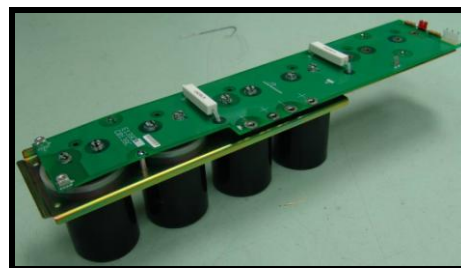

Figura 7.4.33
Consultar la figura 7.4.33 mientras se siguen estas instrucciones:
- 1) Retirar los 12 tornillos especiales de cabeza hexagonal ranurada M5X10 que fijan los condensadores a la tarjeta de electrónica del bus (ver figura 7.4.33)